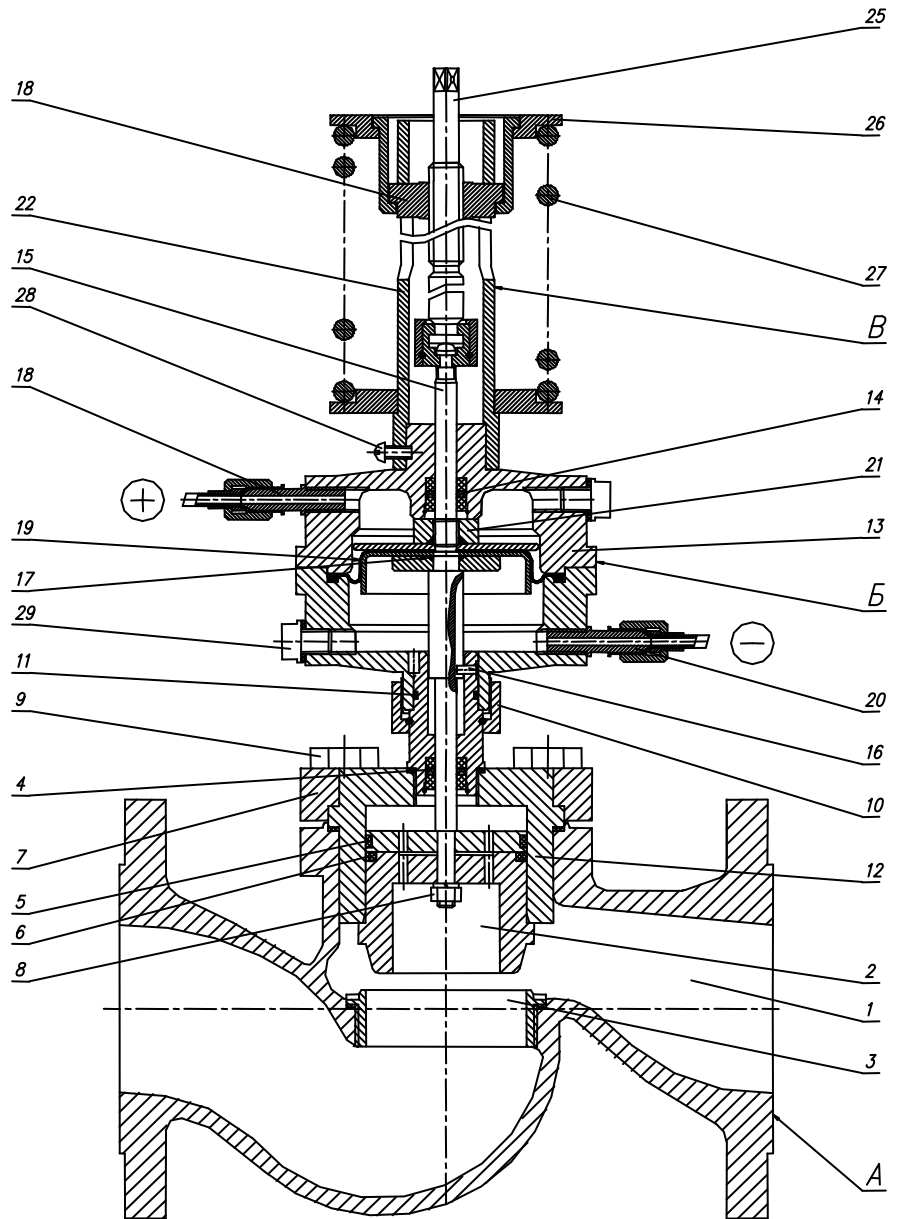

Рисунок 1. Общее устройство регулятора РП-50.
2.2.5. Регулятор устанавливается на горизонтальном участке трубопровода согласно схеме подключения (см. рис.1 приложения). Перед регулятором установить магнито-сетчатый фильтр.